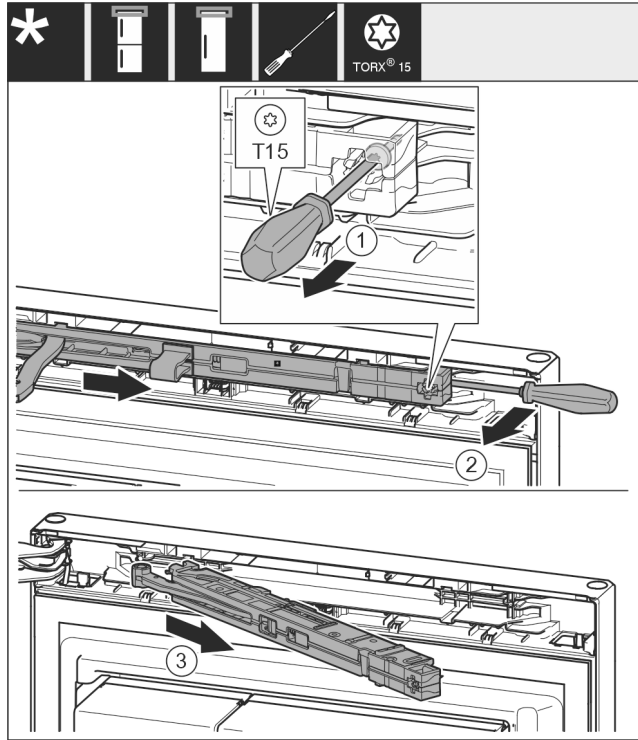

Fig. 11
- A záráscsillapító egységnél T15 csavarhúzóval kb. 14 mm mértékben engedje ki a csavart. Fig. 11 (1)
- Nyúljon a markolat felőli oldalról csavarhúzóval a zárás-csillapító egység mögé, és forgassa előre az egységet. Fig. 11 (2)
- Húzza ki a záráscsillapító egységet. Fig. 11 (3)